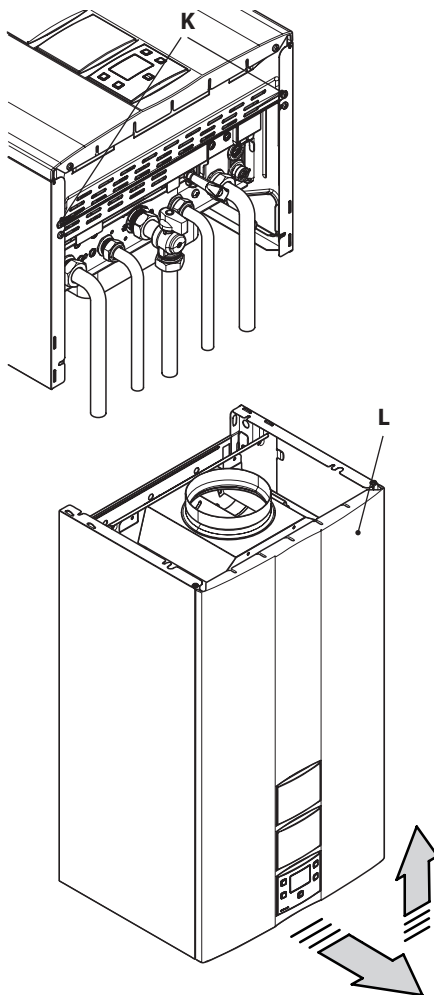

Figura 5.5
- Svitare le viti **K** e rimuovere il pannello frontale **L** tirandolo a sé e quindi spingendolo verso l'alto in modo da liberarlo dalle sedi superiori Figura 5.5.